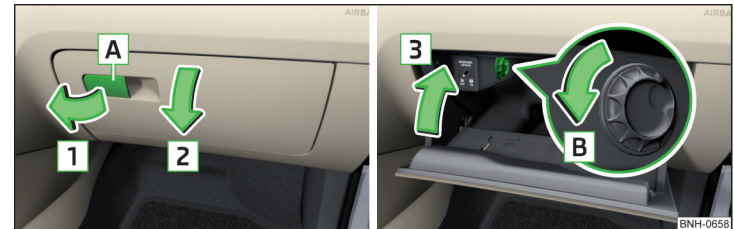

Abb. 87 Ablagefach öffnen / Ablagefach schließen und Luftzufuhr öffnen
- Zum **Öffnen** den Griff **A** in Pfeilrichtung **1** ziehen und den Deckel in Pfeilrichtung **2** klappen » Abb. 87.
- Zum **Öffnen** den Drehregler in Pfeilrichtung **B** bis zum Anschlag drehen » Abb. 87.